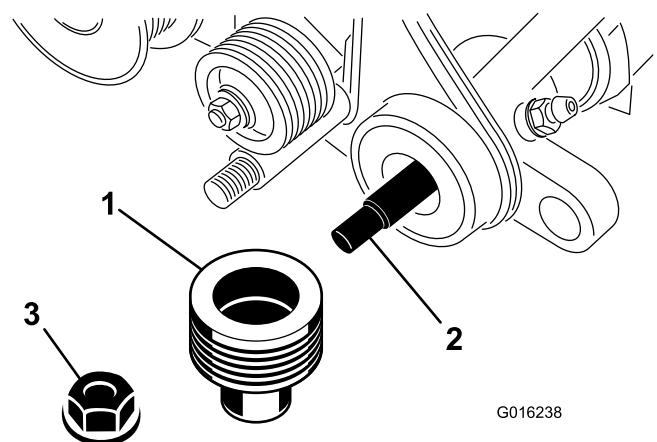

图34
6. 卸下将从动皮带轮固定至疏草刀轴轴端的凸缘锁紧螺母 图34。卸下皮带轮。